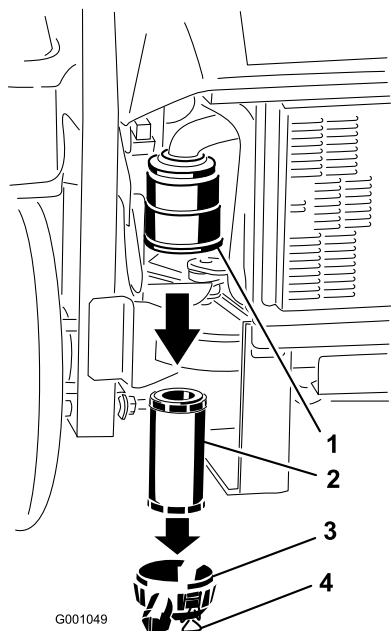

Figure 27
3. Ouvrez les attaches du filtre à air et enlevez le couvercle du corps du filtre (Figure 27).
5. Sortez l'élément filtrant du corps du filtre avec précaution (Figure 27). Évitez de cogner l'élément à l'intérieur du corps.